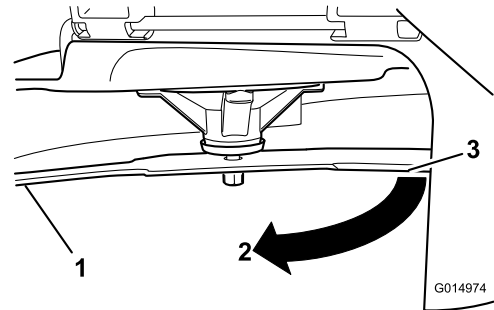

Рисунок 68
4. Поверніть той же ніж на 180 градусів, щоб протилежна ріжуча кромка опинилася в тому ж положенні (Рисунок 68).